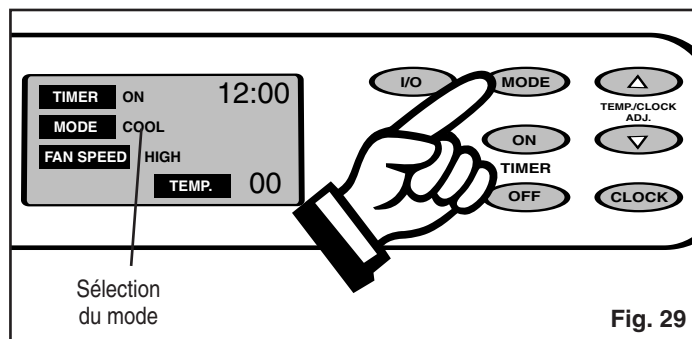

Fig. 29
- 2) Choisissez le **MODE** désiré pour le fonctionnement de l'appareil (**Refroidissement- déshumidification- chaleur-ventilation**). *Fig. 29.*